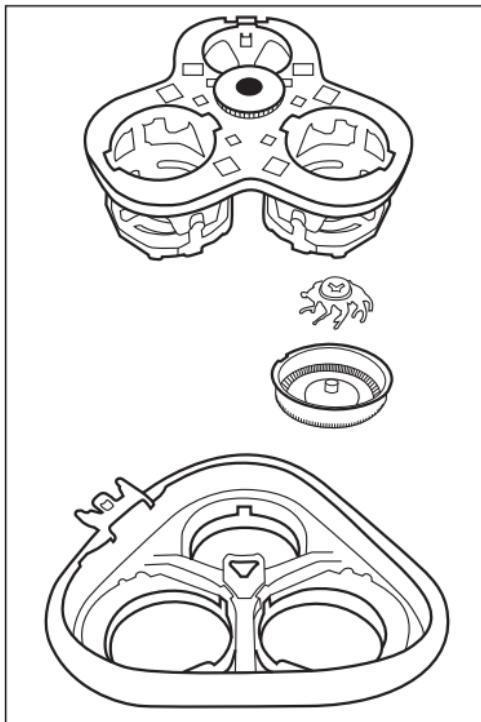

Abbildung 1
- 1) Drücken Sie auf die Entriegelungstaste **④**. Die Schereinheit **②** springt auf.
- 2) Überstrecken Sie die Schereinheit **②** ein wenig, so dass diese sich nach oben herausziehen lässt.
- 3) Drücken Sie den schwarzen Zahnkranz etwas herunter und drehen Sie ihn vorsichtig gegen den Uhrzeigersinn, bis sich die Halterung der Scherköpfe abheben lässt (siehe Abbildung 1).
- 5) Bauen Sie die Schereinheit **②** wieder zusammen. Nehmen Sie dafür die Abbildung 1 zur Hilfe:
- Legen Sie die 3 Scherköpfe in die Aussparungen der Schereinheit **②**. Achten Sie dabei darauf, dass die Einkerbungen am Rand der Scherköpfe an den Arretierungen in der Öffnung liegen.